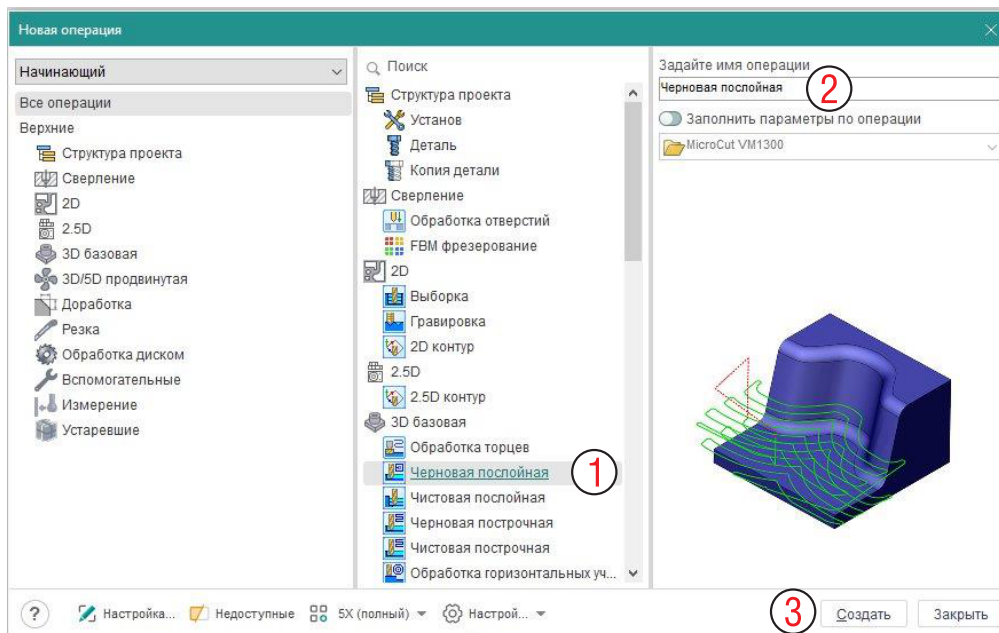

Рис. 1-15. Операция Черновая послынная в диалоговом окне Новая операция.
В режиме Технологии нажмите кнопку Новая операция в верхней части навигатора. Новое диалоговое окно появится (рис. 1-15). Выберите Черновая послынная (1), можно изменить имя операции (2, но пока оставим без изменения) и нажмите Создать (3).